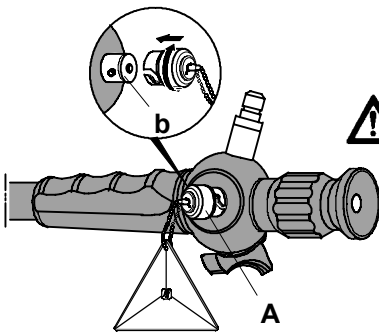

Рис. 46
После извлечения стерилизационной упаковки снова откройте клапан Gassteri (A) (рис. 46).